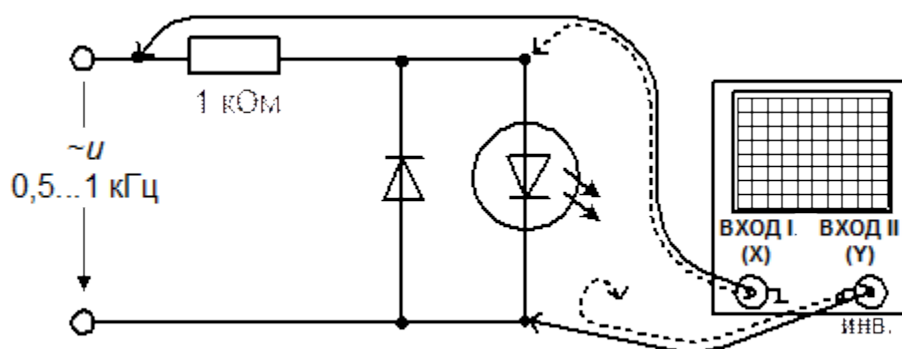

Рис. 2.3.1
- Соберите цепь согласно схеме (рис.2.3.1). Включите осциллограф в режиме X – Y, на горизонтальный вход (X) подайте напряжение со светодиода, а на вертикальный (Y) – напряжение с сопротивления, пропорциональное току. Включите инвертирование канала Y, чтобы прямому напряжению на светодиоде соответствовало отклонение луча осциллографа вверх. Обычный диод шунтирует светодиод в обратном направлении для предотвращения его пробоя.